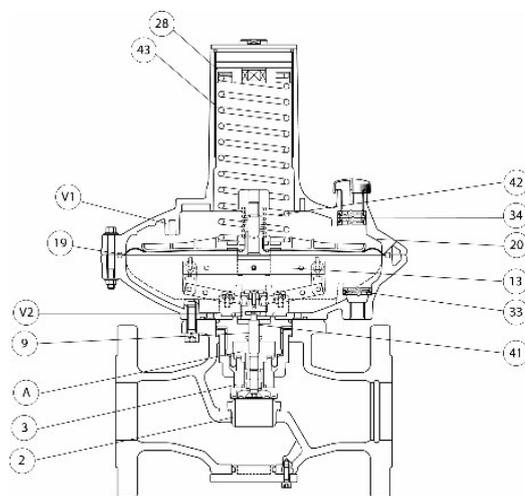

Рис. 1
1.2. ПРИНЦИП ДЕЙСТВИЯ РЕГУЛЯТОРА DIVAL 600 (РИС. 1)
При отсутствии давления и с нагруженной пружиной запорная часть клапана 3 удерживается в положении открытия сцепкой штока 9 со стороны рычажных механизмов 13 (рис. 1).
Регулятор оснащен двумя антипомпажными устройствами 33 и 34 (рис. 1), функция которых состоит в замедлении притока/оттока газа/воздуха в головке в ходе единых переходных фаз во избежание возможных эффектов колебания регулируемого давления.